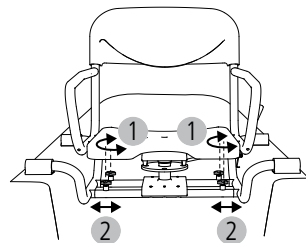

Abb. 5
- Der Badedrehwannensitz muss an die Badewannenbreite angepasst werden. Dafür lösen Sie die Sterngriffschrauben (4 Stk.) (Abb. 5, 1)
- Setzen Sie den Badewannendrehstuhl in die Badewanne und ziehen Sie beide Seitenaufgaben gleichmäßig hinaus, sodass die Gummiaufgaben vollständig auf dem Wannenrand aufliegen (Abb. 5, 2).
- Abschließend drehen Sie die Sterngriffschrauben (4 Stk.) wieder fest (Abb. 5, 1).